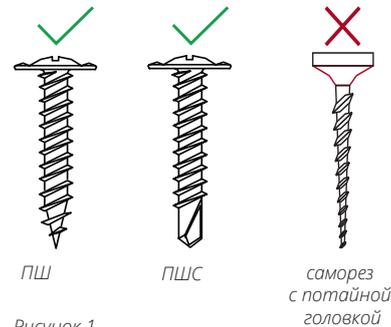

Рисунок 1
**Запрещено!** Использовать саморезы с потайной головкой (рис. 1).